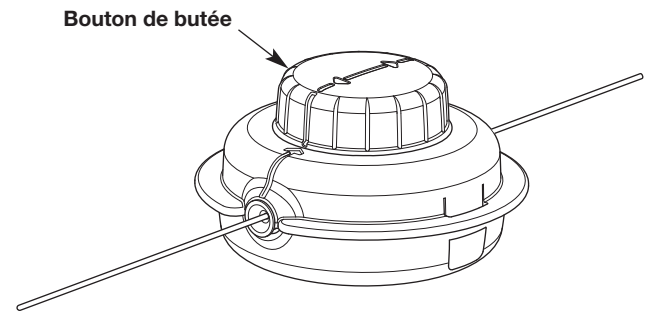

Fig. 3
5. Tournez le bouton de butée pour enrouler le fil jusqu'à ce qu'environ 12,5 cm (5 po) dépassent de chaque côté de la tête de coupe (Fig. 3).